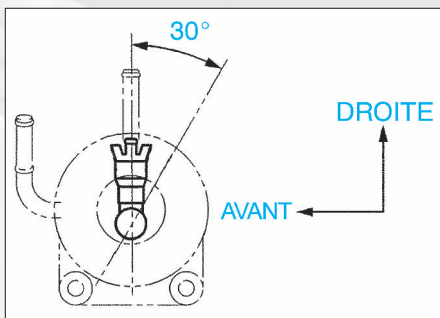

FIG. 67
- veiller à la bonne orientation du bouchon de purge du filtre (fig. 67).